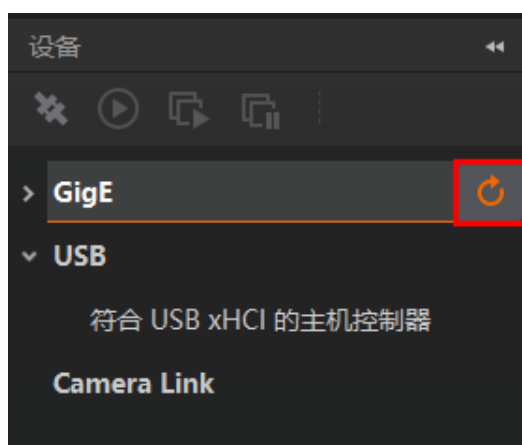

图3-7 刷新 GigE 口设备列表
2. 设备列表会自动显示当前枚举到的设备。也可通过单击 GigE 接口处的刷新按钮  ，对设备列表中显示的设备进行手动刷新，如图 3-7 所示。